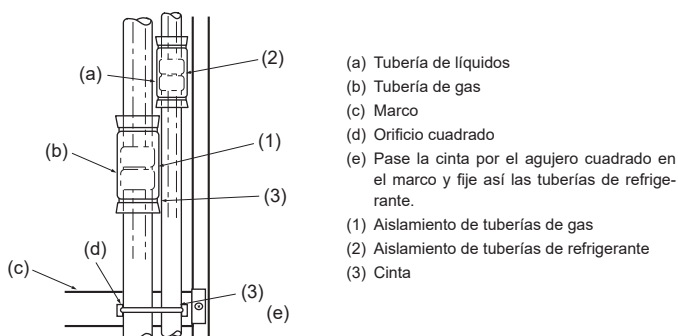

Fig. 4-5
Aísle completamente las uniones abocardadas (1) y (2) de los tubos de gas y refrigerante. Si alguna parte de las juntas queda expuesta puede haber condensación y goteo. (Fig. 4-5)
- Fije el aislamiento de la tubería de gas (1) y el aislamiento de la tubería de refrigerante (2) en ambos extremos para que no se deslicen y alinéelos uno con el otro.
- Una vez instalado el aislante utilice una cinta (3) para fijar el tubo de refrigerante al marco (junto a la sección de junta de tubos). Esto evitará que el tubo de refrigerante se levante fuera del marco.